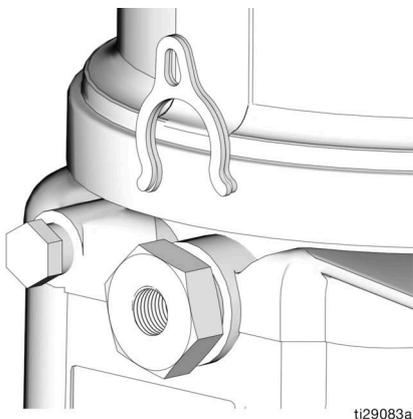

FIG. 18
2. Utiliser une clé pour desserrer l'élément de pompe en le tournant dans le sens contraire des aiguilles d'une montre. Ne pas déposer entièrement l'élément de pompe. Faire suffisamment sortir l'élément de pompe pour faire glisser l'entretoise en avant ou en arrière. (FIG. 18).
La commande du volume de la pompe se règle en n'utilisant soit aucune entretoise, ou (1) ou (2) entretoises (FIG. 18).